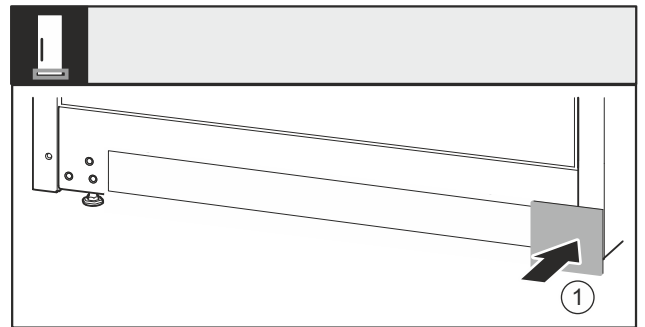

Fig. 39
- ▶ Abdeckung Fig. 39 (1) auf der anderen Seite wieder aufsetzen.